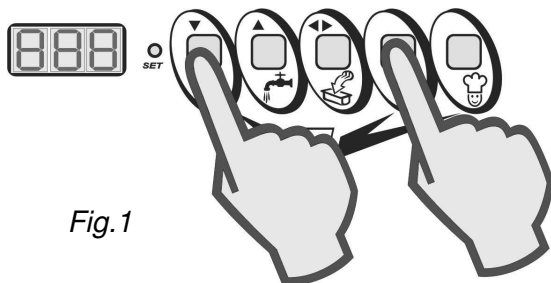

Fig.1
- Avec la machine en STOP, appuyer simultanément sur les touches STOP et AUTOMATIQUE pour accéder au programme de production granité avec contrôle du temps d'usinage et agitation cyclique (Fig. 1).